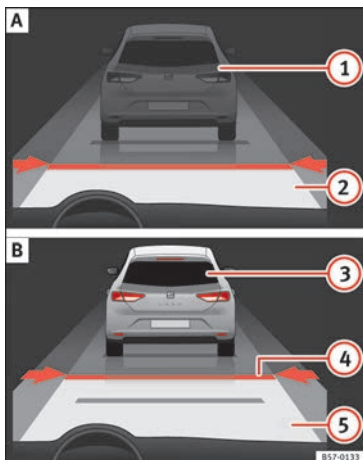
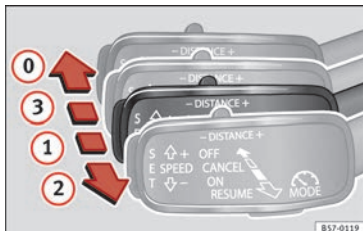

Fig. 195 Sul display del quadro strumenti: (A) ACC inattivo (Standby). (B) ACC attivo.
Fig. 197 A sinistra del piantone dello sterzo: terza leva per utilizzare il sistema di regolazione automatica della velocità.
Indicazione sul display » **fig. 195:**
strumenti si accende la spia di controllo verde (🟢) e sul display vengono indicati la velocità programmata e lo stato dell'ACC » **fig. 195**.
ne ② » **fig. 197** o premere il tasto **SET** rispettivamente.
La velocità programmata può essere modificata con il veicolo sia fermo che in marcia, a seconda della preferenza. Qualsiasi modifica della velocità programmata verrà visualizzata nella parte inferiore sinistra del display del quadro strumenti » **fig. 195**.
• Per attivare l'ACC, con la terza leva situata in posizione ①, occorre premere il tasto **SET** o collocare la terza leva dell'ACC in posizione ② » **fig. 197**. In questo momento, l'immagine dell'ACC sul display del quadro strumenti passerà alla modalità *Attiva* » **fig. 195**.
Per scollegare l'ACC, collocare la leva in posizione ③ » **fig. 197** fino all'arresto. In questo momento compare il testo **ACC disattivato** e la funzione è completamente disattivata.
Se non si desidera scollegare l'ACC, ma solo disattivarlo temporaneamente (Standby), collocare la terza leva in posizione ③ » **fig. 197** o premere il pedale del freno.